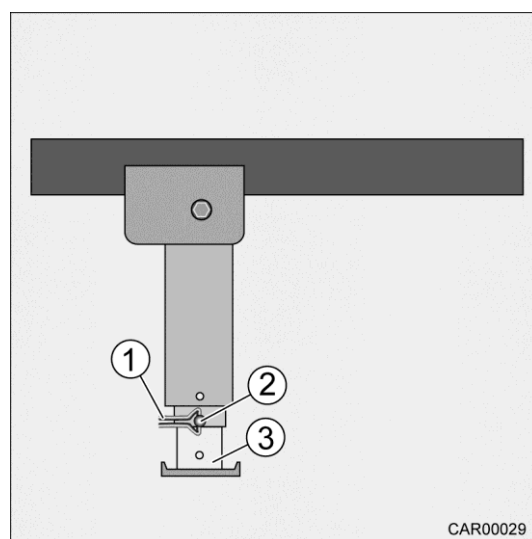

Fig. 57 Béquille arrière à manivelle e-line
3. Enlever la pince de sécurité (Fig. 57/1) de l'axe (Fig. 57/2).
4. Tirer l'axe (Fig. 57/2) hors du prolongement du pied d'appui (Fig. 57/3).
5. Sortir le prolongement du pied d'appui (Fig. 57/3) sur la longueur souhaitée.
6. Enficher l'axe (Fig. 57/2) dans le prolongement du pied d'appui (Fig. 57/3) et le bloquer avec la pince de sécurité (Fig. 57/1).
2. Enlever la pince de sécurité (Fig. 57/1) de l'axe (Fig. 57/2).
3. Tirer l'axe (Fig. 57/2) hors du prolongement du pied d'appui (Fig. 57/3).
4. Glisser le prolongement du pied d'appui (Fig. 57/3) complètement à l'intérieur et enficher l'axe (Fig. 57/2) dans l'alésage.
5. Bloquer l'axe (Fig. 57/2) avec la pince de sécurité (Fig. 57/1).